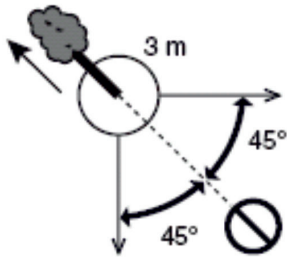

Рис. 14
3. Когда дерево начнет падать, путь отхода должен быть направлен по диагонали в сторону, противоположную направлению падения, под углом 45 градусов, и вы должны отойти минимум на 3 метра от ствола, на тот случай, если во время падения комель дерева отскочит в сторону (Рис. 14)